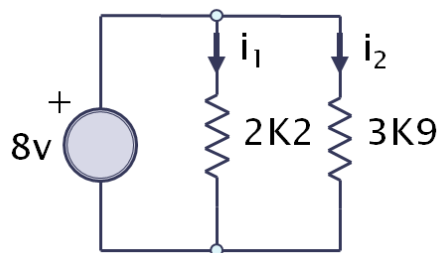

Figura 6 – Esquema eléctrico
6) En el montaje de la figura 6, indica las operaciones a realizar para calcular el valor de la corriente sobre cada una de las resistencias de la citada figura.
D) Realiza la conexión de la figura 6: